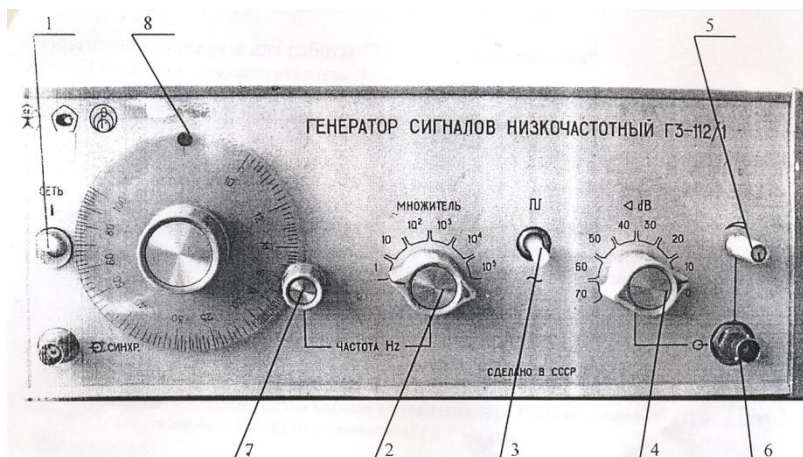

Рис. 2. Генератор ГЗ-112/1
- 2.2. Подготовка генератора (рис.2) для лабораторной работы.